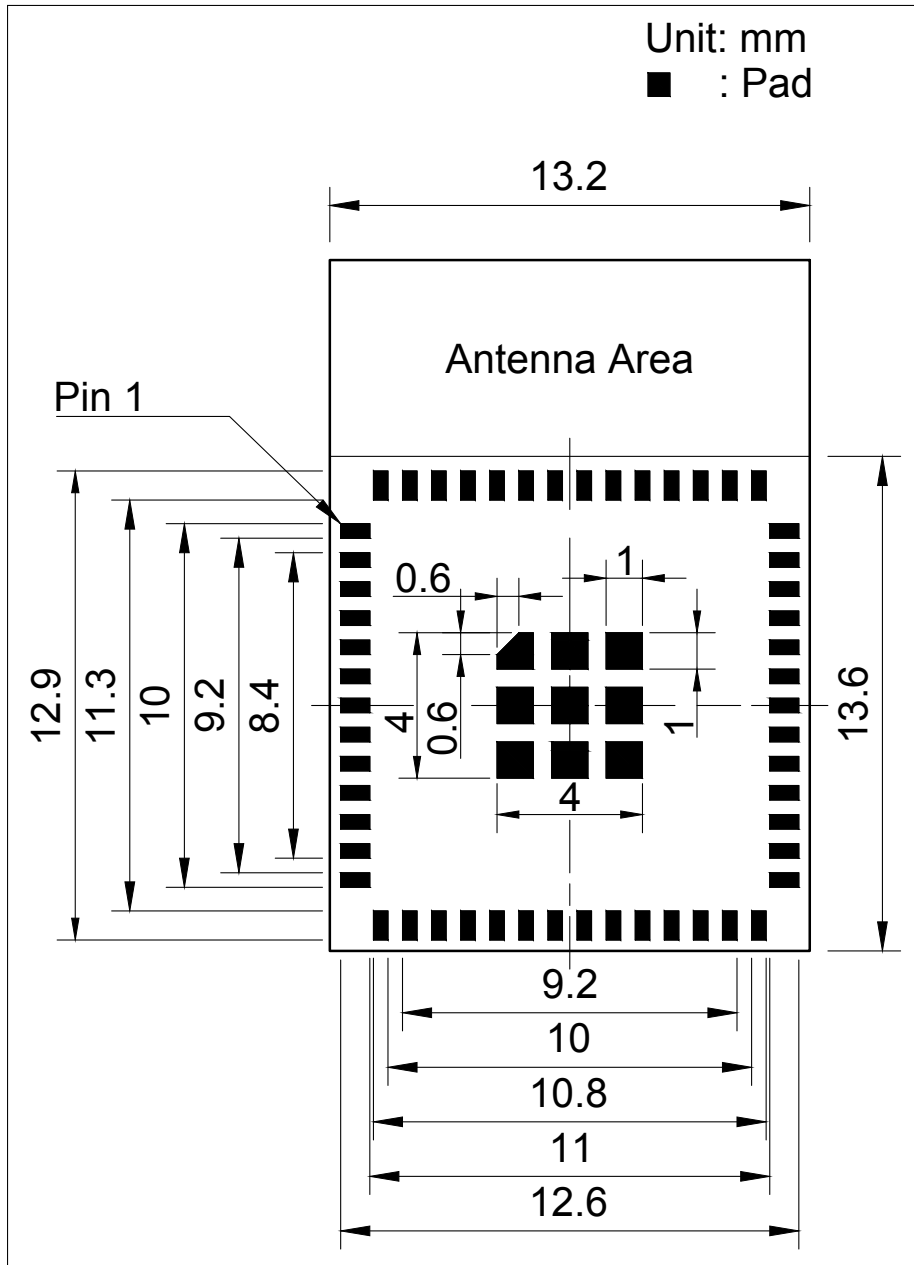
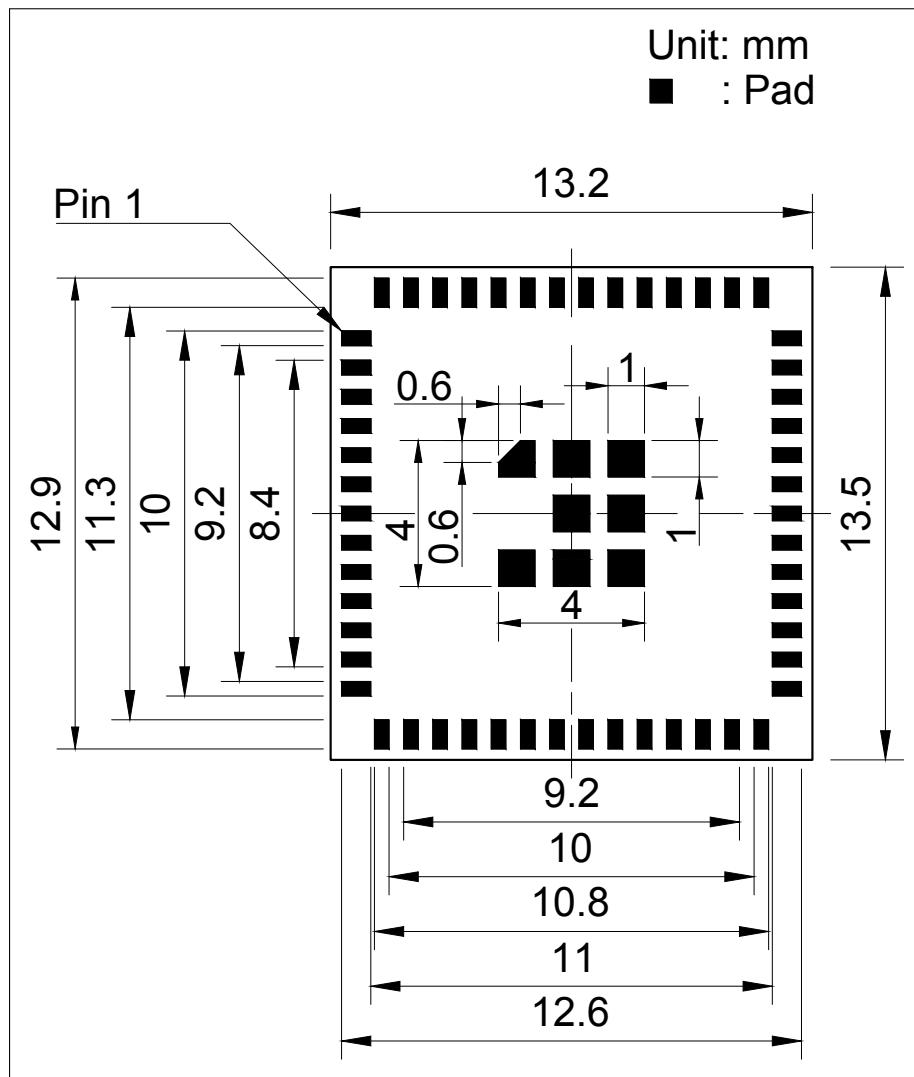

图 11: ESP32-MINI-1 推荐 PCB 封装图形
图 12: ESP32-MINI-1U 推荐 PCB 封装图形
- 推荐 PCB 封装图，标有 PCB 设计所需的全部尺寸。详见图 11 ESP32-MINI-1 推荐 PCB 封装图形 和图 12 ESP32-MINI-1U 推荐 PCB 封装图形。
- 推荐 PCB 封装图的源文件，用于测量图 11 和 12 中未标注的尺寸。您可用 Autodesk Viewer 查看 ESP32-MINI-1 和 ESP32-MINI-1U 的封装图源文件。